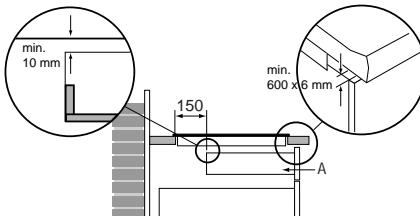

Abb. 11: Lade unter Induktionskochfläche
■ Bei einer Schublade ist an der Vorderseite für einen Spalt von mindestens 560 x 6 mm zu sorgen (siehe Abb. 11). **Achtung:** eine Schublade darf die Lüftungsöffnungen an der Unterseite des Gerätes nicht abschließen.
- Der Abstand zwischen Schublade A und dem Kochfeld muss mindestens 10 mm betragen. Bei einer festen Blende sind keine zusätzlichen Anpassungen für die Entlüftung erforderlich (siehe Abb. 11).